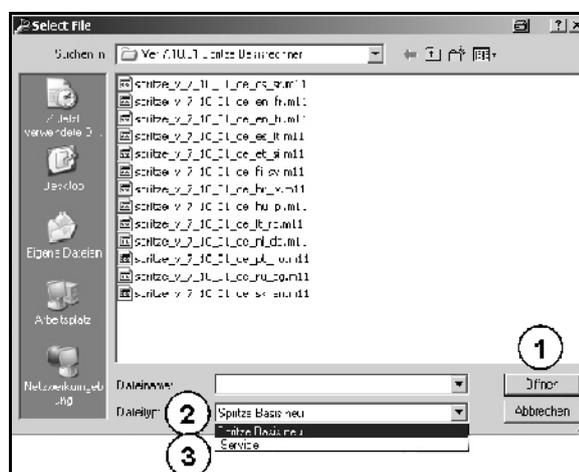

Fig. 7
→ La fenêtre de sélection du fichier s'ouvre (Fig. 7).
- Désignation de l'ordinateur (Fig. 7/2) : en cas de sélection d'après la désignation de l'ordinateur (Fig. 7 : exemple "Pulvérisateur basique nouveau"), seuls sont affichés les fichiers qui peuvent être utilisés pour cet ordinateur. Toute confusion de logiciel est ainsi exclue.
- Service (Fig. 7/3) : En cas de sélection d'après le type de fichier "Service", il est possible d'installer chaque logiciel du "modèle de base" sur l'ordinateur machine (ce qui signifie qu'un logiciel hydraulique pourrait être installé sur un ordinateur basique). Ce mode de sélection doit être évité en temps normal et utilisé uniquement à la demande du service clientèle.
4. Après avoir sélectionné le logiciel, confirmez votre sélection en cliquant sur "Ouvrir" (Fig. 7/1).